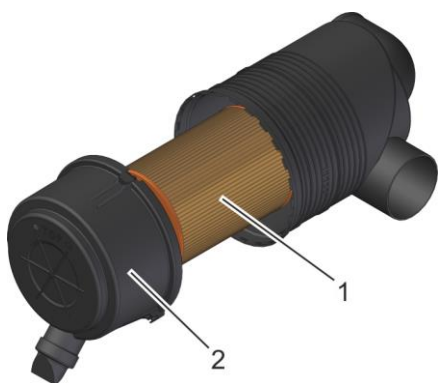

图 42：取下进气过滤器的盖子
5. 取下进气过滤器的盖子(图 42/2)。
6. 取下旧的滤芯(图 42/1)。
7. 装上新的滤芯(图 42/1)。
8. 装回进气过滤器的盖子(图 42/2)。
9. 锁紧进气过滤器上的固定夹(图 42/1)。